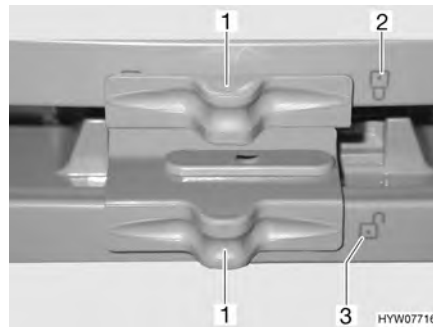

Bild 144 Lås till kylskåpsdörr/frysfacksdörr (Dometic 7-serie med separat frysfack)
- Skjut låset (Bild 144, 1) åt sidan så att det öppna låset "☞" (Bild 144,3) blir synligt.
- Skjut låset (Bild 144,1) åt sidan så att det stängda låset "☒" (Bild 144,2) blir synligt.